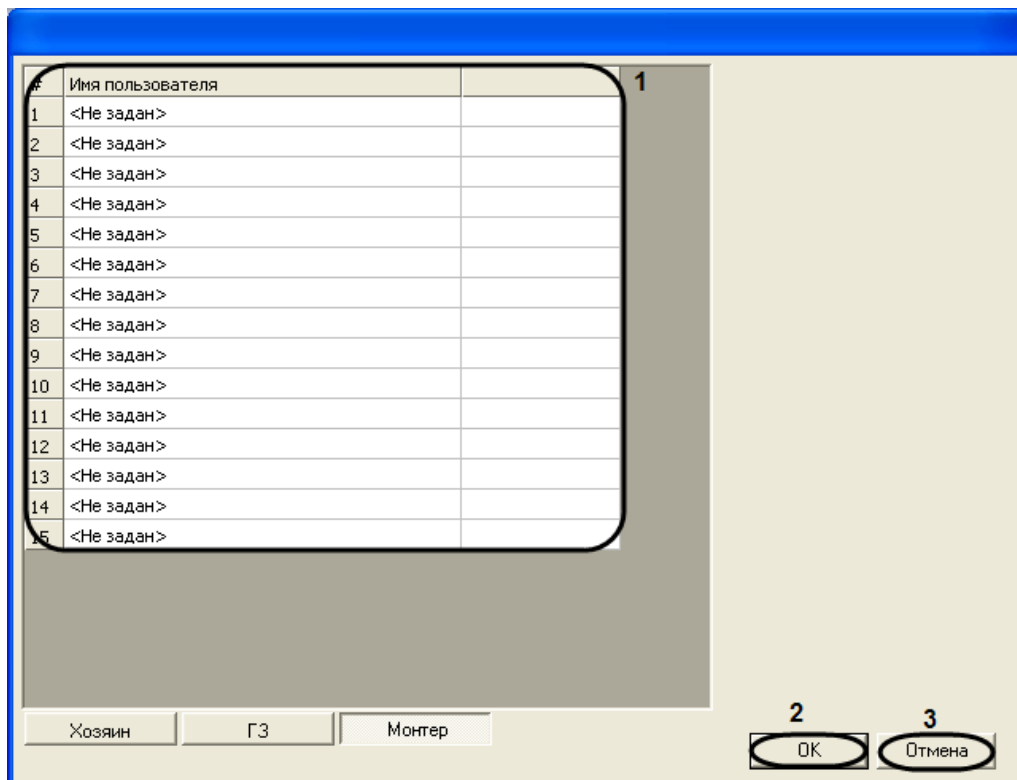

Рис. 3.3—8 Задание ключей типа **Монтер**
6.2 В столбце **Имя пользователя** выбрать, созданного в ПК *ACFA Intellect*, пользователя, которому необходимо задать ключ типа **Монтер** (см. Рис. 3.3—8, 1).
6. Для сохранения ключей пользователей и возврата на панель настроек объекта **Контроллер** необходимо нажать кнопку **OK** (см. Рис. 3.3—8, 2).
*Примечание. Для возврата на панель настроек объекта **Контроллер** без сохранения изменений необходимо нажать кнопку **Отмена** (см. Рис. 3.3—8, 3).*